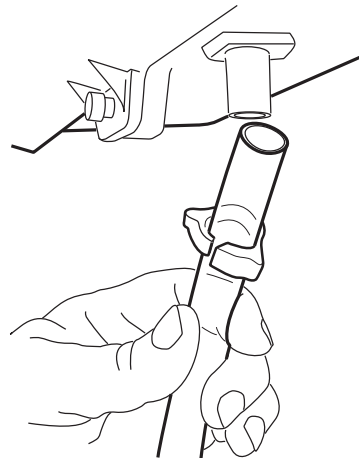

Fig. 10. Instalación de la tubería de drenaje.
4. Conecte un tubo de drenaje de 1/2 in (13 mm) al acople de drenaje del humidificador y hágalo llegar hasta el drenaje de piso (consulte la Fig. 10).